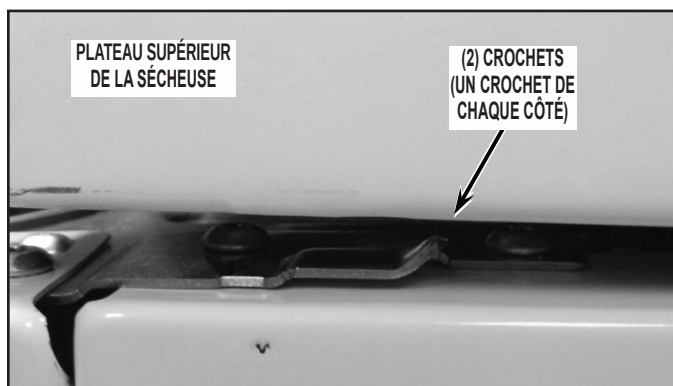

FIGURE 28
11. Remettre en place l'ensemble plateau supérieur/console de l'appareil (faire glisser vers l'avant); veiller à ce que le plateau supérieur de l'appareil s'accroche sur les deux crochets (un crochet de chaque côté, près de l'avant). Voir la *Figure 28*.